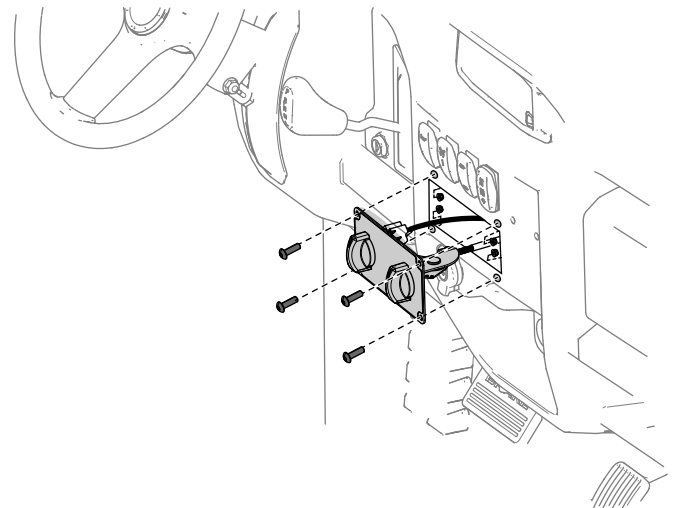

Bild 10
11. Führen Sie das Steuerkabel, das Wasserventil und den Kabelbaum durch das Dashboard und befestigen Sie die Armaturenbrettbaugruppe mit 4 Halbrundkopfschrauben ($\frac{5}{8}$ ") und 4 Sicherungsmuttern (Nr. 10-24) am Dashboard; siehe **Bild 10**. Ziehen Sie die Schrauben auf ein Drehmoment von 3 N·m an.